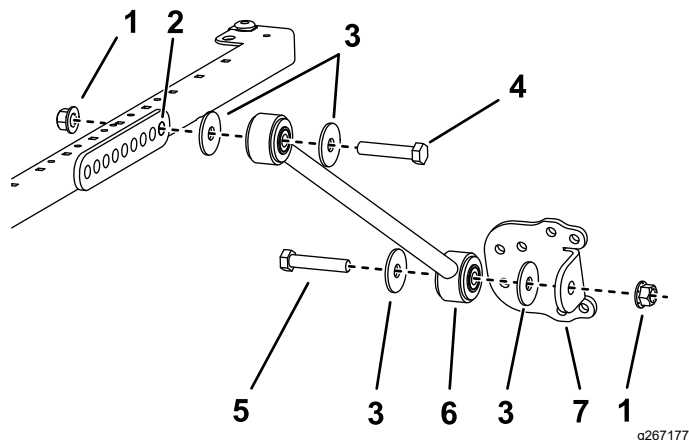

図 44
4. サンシェードのフレームの左右それぞれの側で、ブレース取り付け部の後ろの穴にブレースを仮止めするボルト1/2 x 2 3/4"、ワッシャ1/2" 2枚、フランジナット1/2" 1個を使用して図 44のように取り付ける。
5. 各ブレースに、ブレースブラケットを仮止めするボルト 1/2 x 2 1/2"、ワッシャ 1/2" 2枚、フランジナット 1/2" 1個を使用し、図 44のように取り付ける。